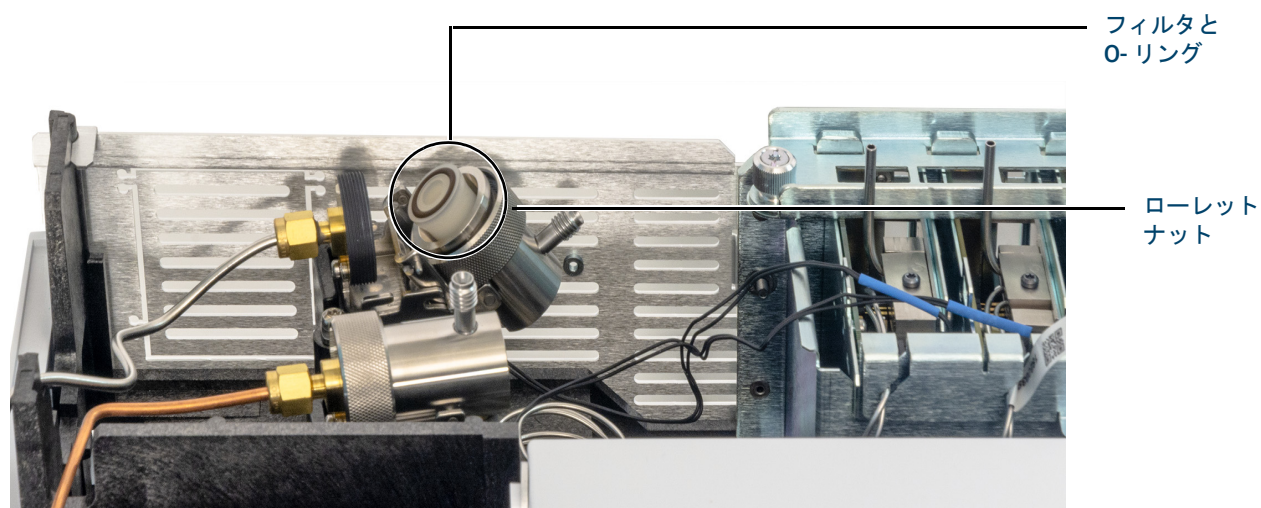

図 23. トラップアセンブリをスライドさせてフィルタが見えるようにする
- 5 図 23 に示すように、トラップアセンブリを固定用ブラケットからスライドさせ、上方に傾けてフィルタが見えるようにします。